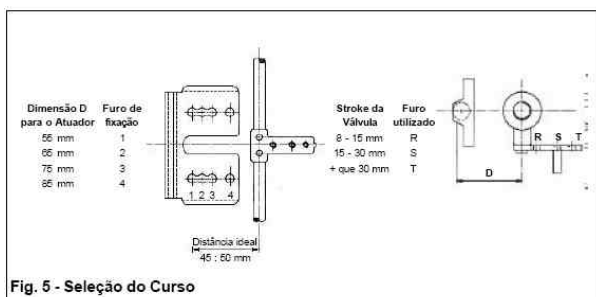

Fig. 5 - Seleção do Curso
**1-** Fixe a placa (A) e o pino (B) na haste da válvula (fig. 4-8). A orientação da montagem da placa e a posição do pino são determinadas pelo curso da válvula conforme Fig.5.
**2-** Monte a placa (C) no posicionador, a montagem é determinada pela largura do yoke, a posição de fixação deverá estar localizada a uma distância de 45-50 mm do eixo da válvula (fig. 5). Para válvulas padrão o furo de fixação normalmente é o nº 1, mas para yoke mais largos deverão ser utilizados os furos subseqüente (1,2,4).